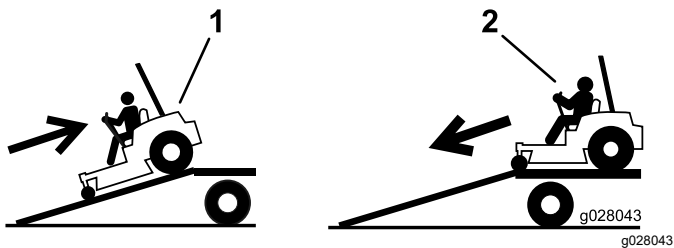

Рисунок 35
4. Пересувайтеся зворотним ходом вверх по рампі (Рисунок 35).
2. Пересувайтеся переднім ходом вниз по рампі (Рисунок 35).